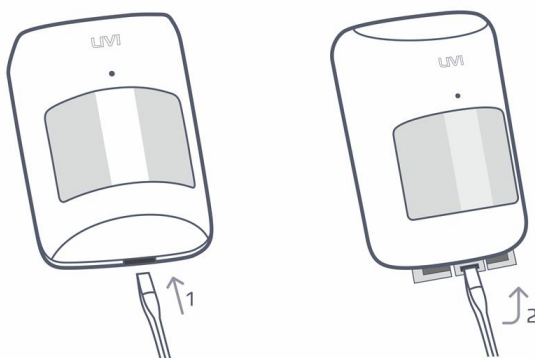

Рисунок 6.2 — Вскрытие корпуса датчика движения
1. Снимите корпус датчика с крышки-кронштейна (см. рисунок 6.2).
2. Снимите крышку-кронштейн с датчика (см. рисунок 6.2).